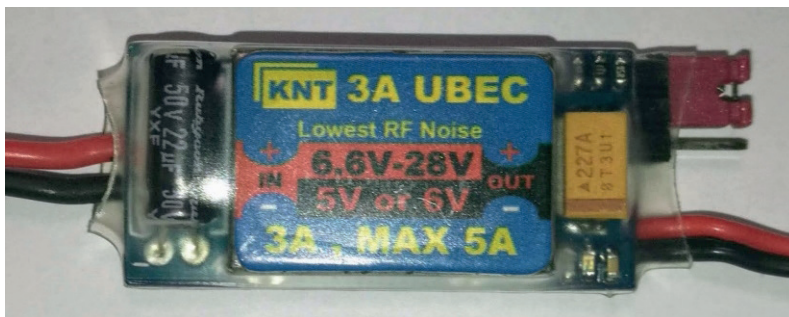

Рис. 6.12. Модуль вторичного питания, заменяющий отдельную батарею
- **эмулятор батареи**⁵: при таком подходе используется *BEC (battery eliminator circuit – схема заменителя батареи, модуль вторичного питания)* / регулятор (рис. 6.12).